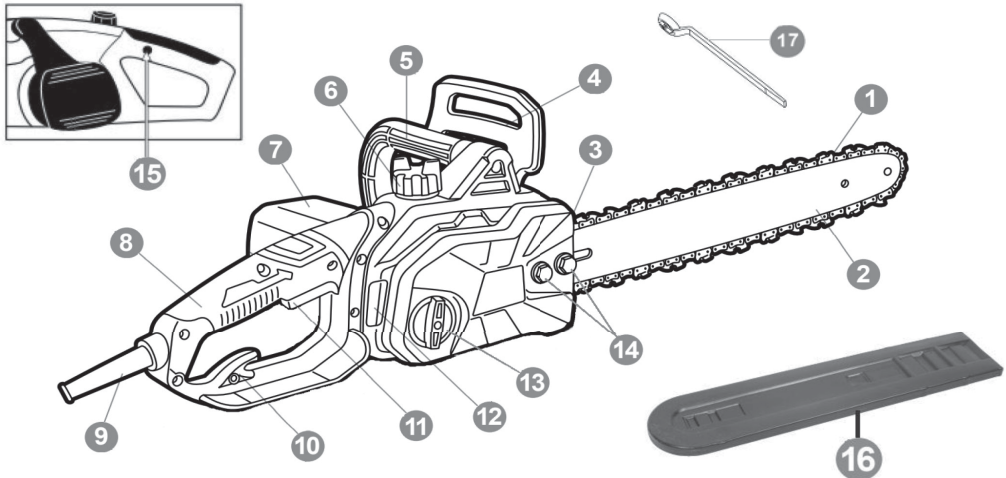
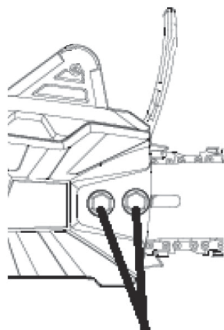

Рис. 5
Рис. 6 14
1. Перед установкой шины и цепи убедитесь, что инерционный тормоз цепи разблокирован. Для этого потяните ручку инерционного тормоза 4 (рис. 5) на себя.
2. Открутите против часовой стрелки гайки фиксации шины 14 (рис. 5, рис. 6) и снимите кожух ведущей звездочки.
6. Установите на место крышку ведущей звездочки и закрутите гайки 14 (рис. 5, рис. 6) от руки.
9. После регулировки натяжения цепи затяните гайки 14 (рис. 5, рис. 6).
Во время работы периодически проверяйте уровень масла по указателю уровня масла 12 (рис. 5). В случае необходимости подливайте в бак свежее масло.